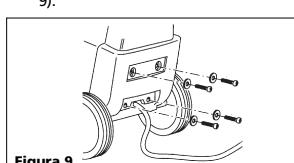

Figura 9
- Conecte el mango negro con los tornillos y arandelas incluidos (Figura 9).